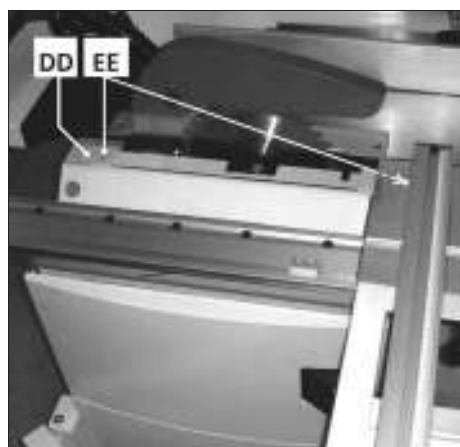

Рис. 18
- Ослабьте 2 винта (EE. Рисунок 18) и снимите крышку (DD).